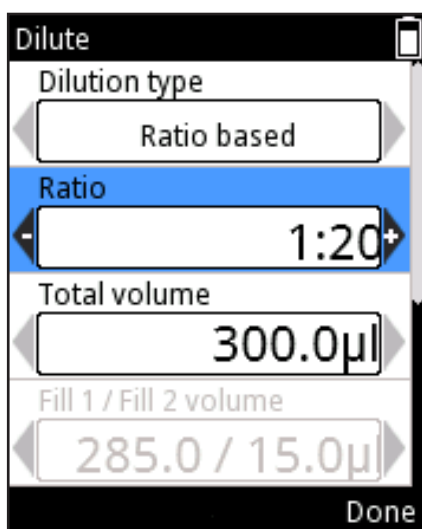

Imagen D28.
1. Desplácese hasta **Ratio** (Proporción) y modifique el valor con ,  (Imagen D28).